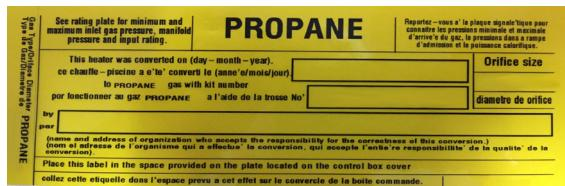

Figure 10.
17. Si la combustion est satisfaisante et que l'analyse d'échappement se situe à l'intérieur de la plage, terminez la conversion en fixant la plaque et l'étiquette de conversion. Voir Figure 10.